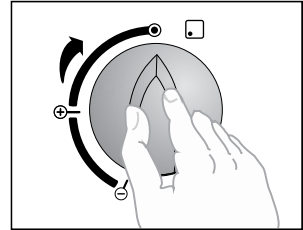

Figura 27
- Las perillas se deben encontrar siempre en posición de APAGADO (Ver figura 27).